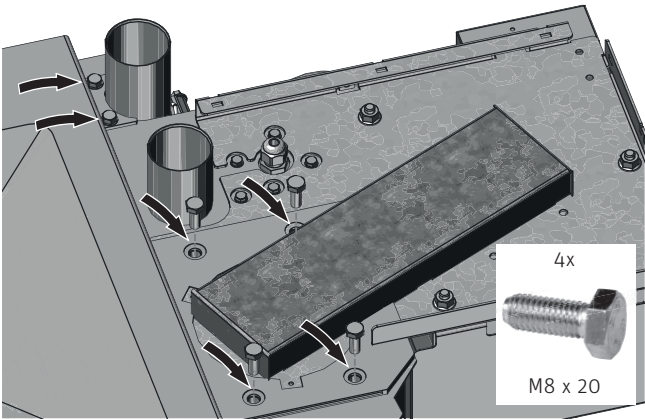

Fig. 45 Montaggio della turbina di aspirazione
- Posizionare la turbina di aspirazione sul serbatoio e avvitare con 4 viti a testa esagonale M8x20; inserire l'attacco per il tubo RL con il foro asolato aperto, quindi stringere CAUTELA le due viti TT – Fig. 45.